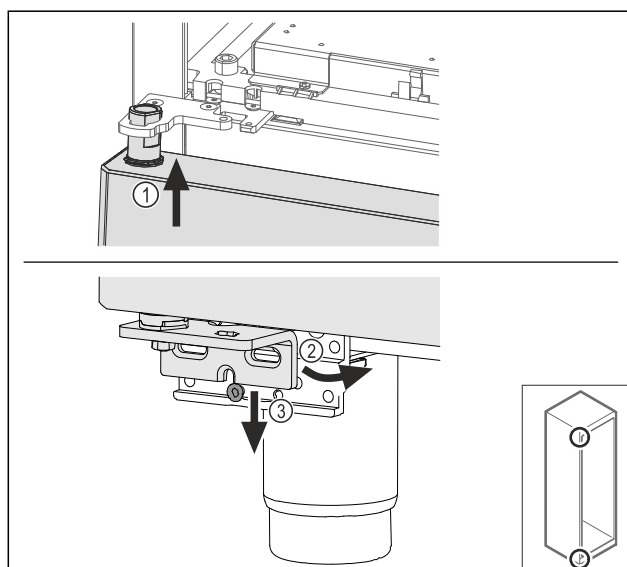

Fig. 68
- Liitä ovi ylhäällä hieman kallistettuna Fig. 68 (1), suuntaa ovi suoraan Fig. 68 (2) ja aseta alhaalla laakerijalustan ruuvien Fig. 68 (3) päälle.